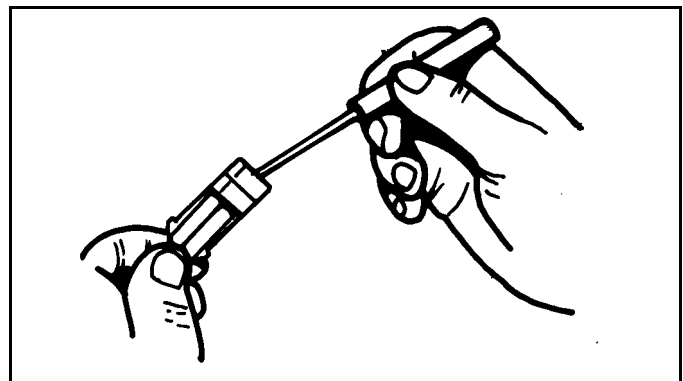

Abb. 1-6
3. Verwenden das Anschlussausbauwerkzeug (#96102499), um den Kontakt vom Anschlusskörper zu entfernen. (Siehe Abb. 1-6)